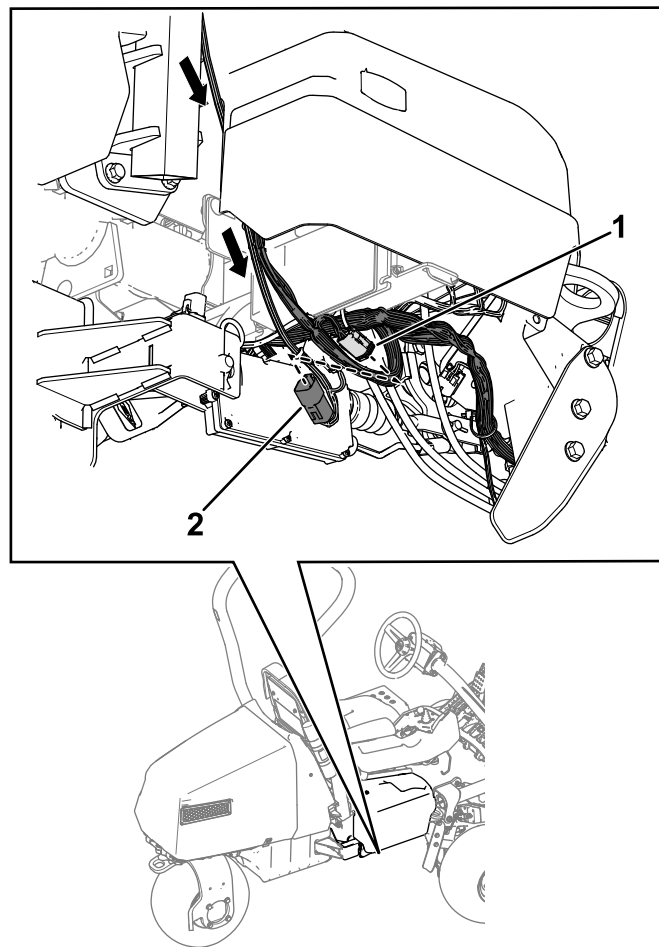

図 14
4. ワイヤーハーネスをロールバーの下に配線し、P01というラベルの付いたワイヤーハーネスコネクタをP71というラベルの付いたマシンワイヤーハーネスのコネクタに接続する(図14)。